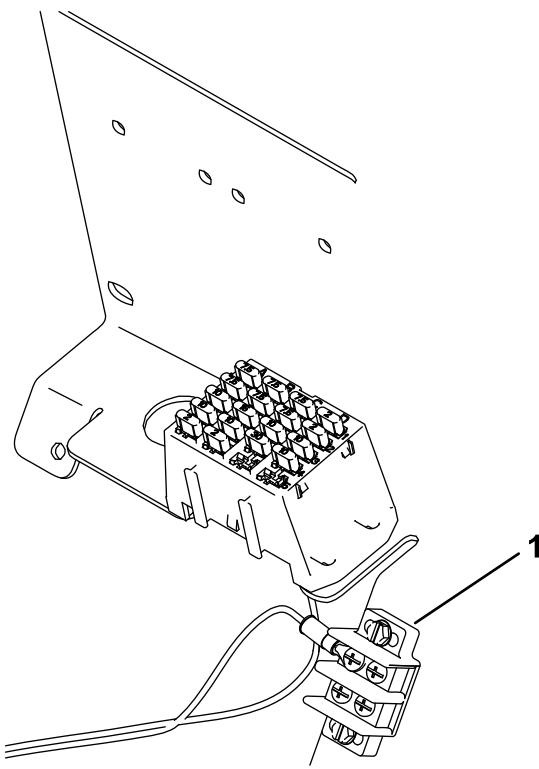

Figura 6
5. Prenda o conector do terminal de anel a um terminal vazio no bloco de ligação à terra (Figura 6).